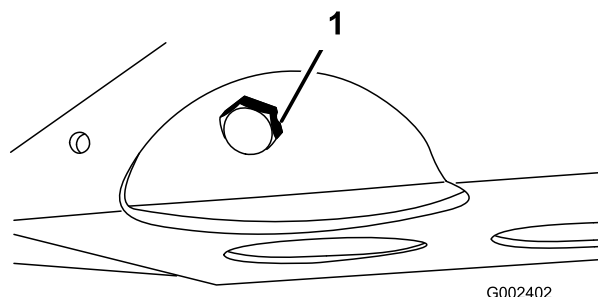

Bild 43
2. Entfernen Sie die Ablassschraube und lassen das Öl in ein Auffanggefäß ab (Bild 43). Schrauben Sie die Ablassschraube wieder ein, nachdem das Öl abgelassen ist.